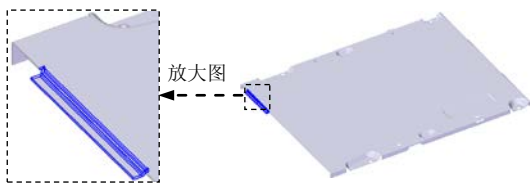
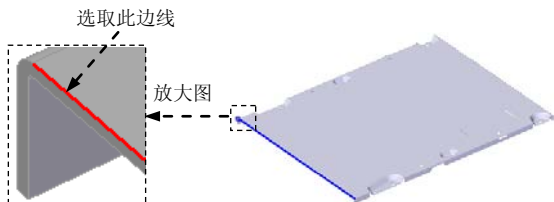

图 8.7.37 轮廓弯边特征 1
图 8.7.38 选取路径
Step17. 创建图 8.7.37 所示的轮廓弯边特征 1。
(1) 选择命令。单击“主页”功能选项卡中“钣金”工具栏中的“轮廓弯边”按钮 。
(2) 定义特征的截面草图。
① 选取路径。在系统的提示下，选取图 8.7.38 所示的模型边线为路径，在“轮廓弯边”命令条中的 **距离(D)**: 文本框中输入值 9，并按 Enter 键，进入草图绘制环境。